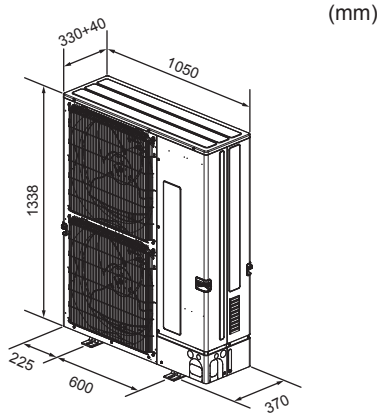

Fig. 2-3
2.3. Ulkomitat (ulkoyksikkö) (Fig. 2-3)